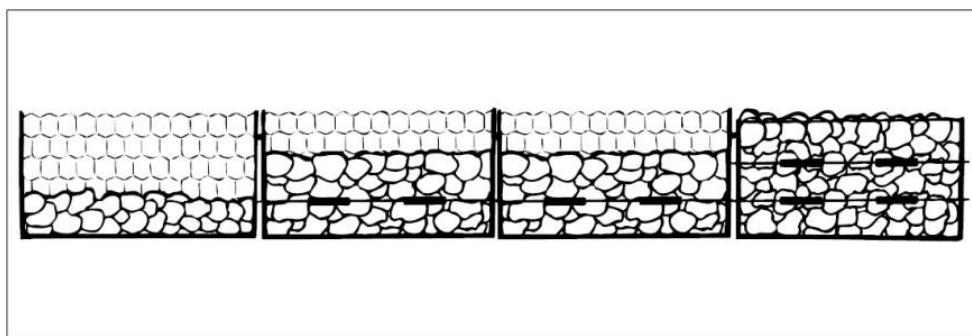

Figura 8: Detalhe das etapas de enchimento em células adjacentes
3. Repetir o processo a cada 1/3 de altura, controlar a diferença de nível entre células vizinhas para no máximo 30 cm, O preenchimento final deve ultrapassar a altura da caixa em 3 a 5 cm, para compensar a acomodação das pedras. (figura 8)